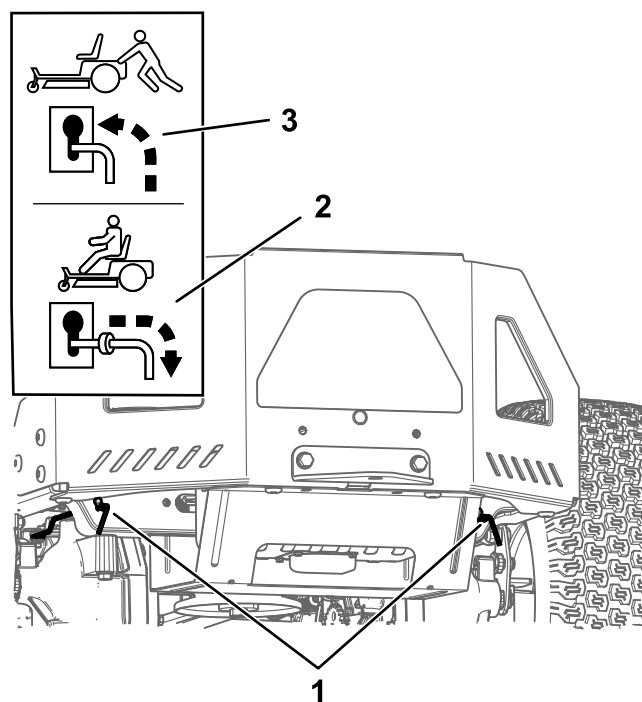

Figura 25
4. Mueva las palancas de desvío hacia delante a través del orificio ranurado y hacia abajo para bloquearlas en esa posición (Figura 25).
Mueva las palancas de desvío hacia atrás a través del orificio y hacia abajo para bloquearlas en esa posición, según se muestra en Figura 25.